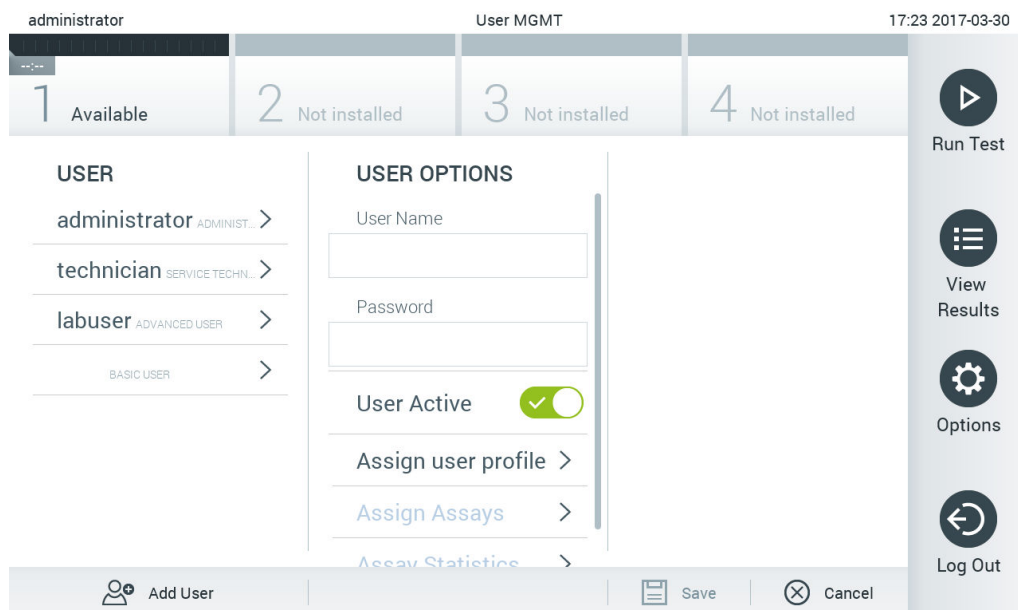

图 56. 添加新用户。
1. 按下 **Options**（选项）按钮，然后按下 **User Management**（用户管理）按钮来配置用户。显示屏的内容区域会出现 **User Management**（用户管理）屏幕（图 56）。